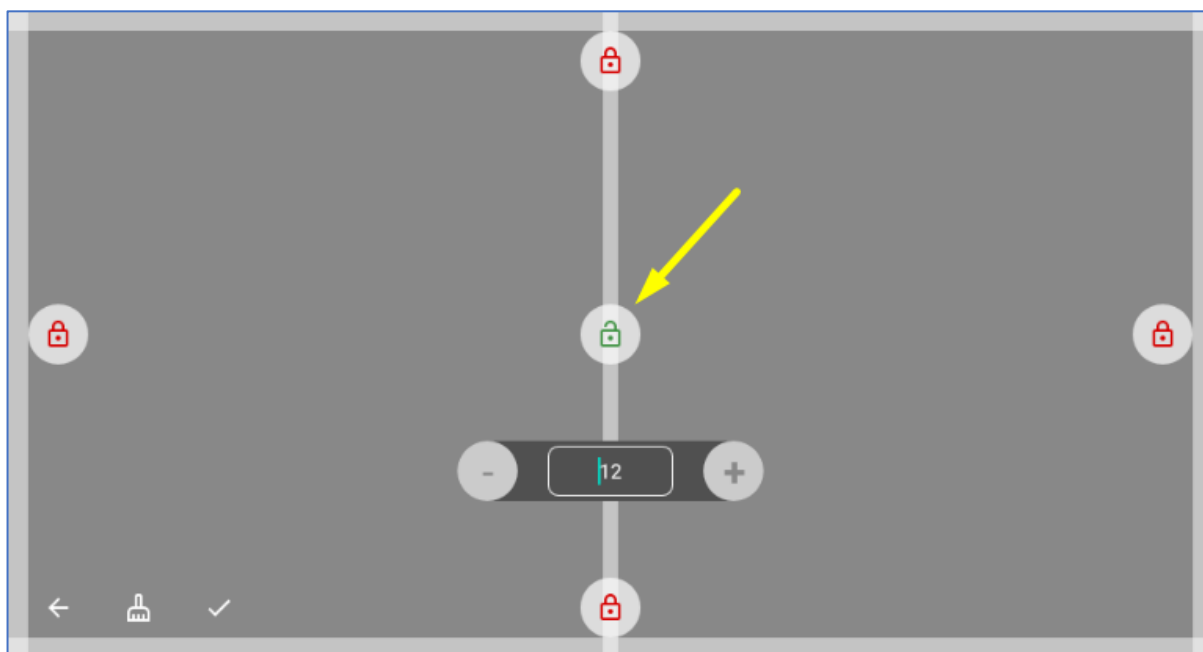

рис. 6.4. Выбор отступа
- Выберите один из доступных отступов. Выбранный в данный момент отступ обозначается зеленым (рис. 6.4).